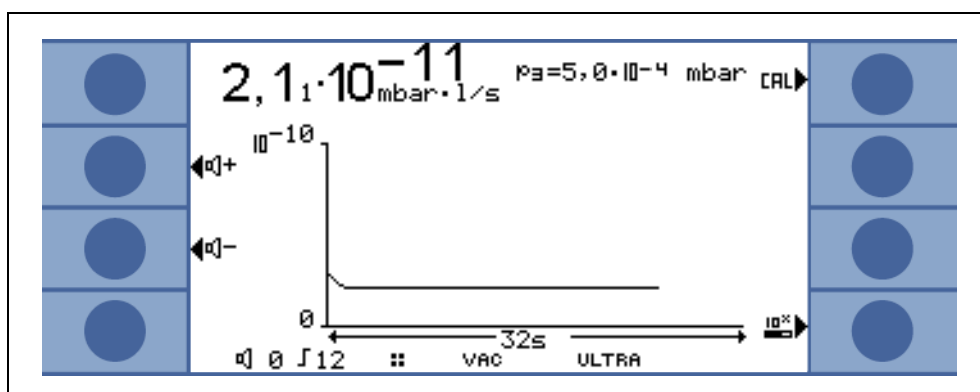

Fig. 5-2 : Affichage, mode tendance
- en tant que tendance (taux de fuites par rapport au temps) Fig. 5-2
En mode tendance, le taux de fuites mesuré est indiqué en fonction du temps Fig. 5-2. Non seulement le taux de fuites actuel est indiqué mais également la pression d'admission par une valeur numérique. L'axe du temps peut être défini par un menu (voir chapitre 6.2.3 Axe de temps). L'axe de l'intensité (axe Y) est défini de la même manière que pour la barre indicatrice (6.2.1 Echelle graduée linéaire/logarithmique).